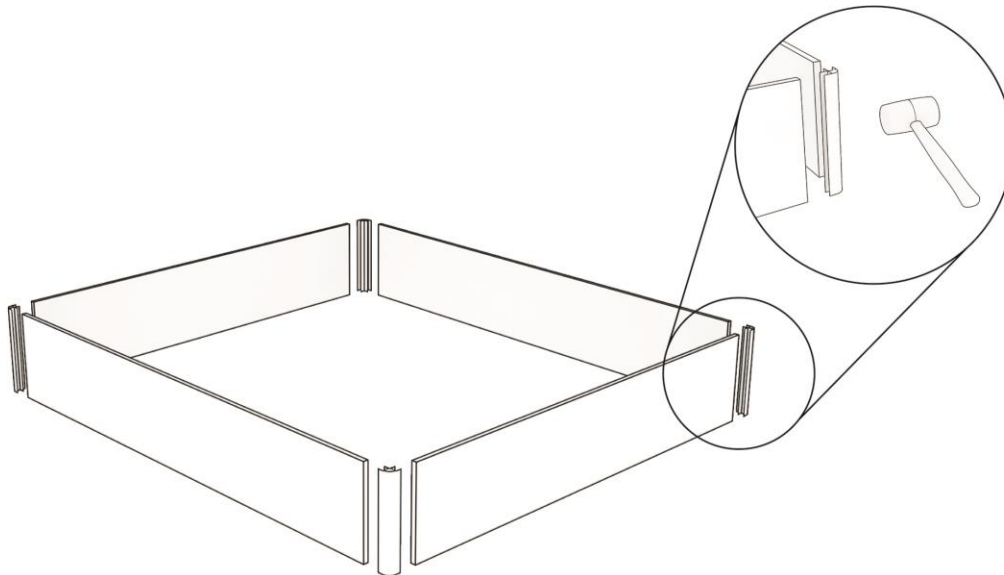

Abbildung 1: Festhämmern der Seiten-, Kopf- und Fußleisten an den Eckstücken.
**Schritt 1.** Nehmen Sie die Leisten der Längsseiten (längere Leisten) sowie des Kopf- und Fußendes des Bettes (kürzere Leisten) und positionieren Sie diese wie in Abbildung 1 dargestellt. Achten Sie darauf, dass die Leisten in einem Winkel von 90° Grad rechtwinklig zueinander stehen und schlagen Sie mit einem Gummihammer auf die Eckstücke der Leisten..